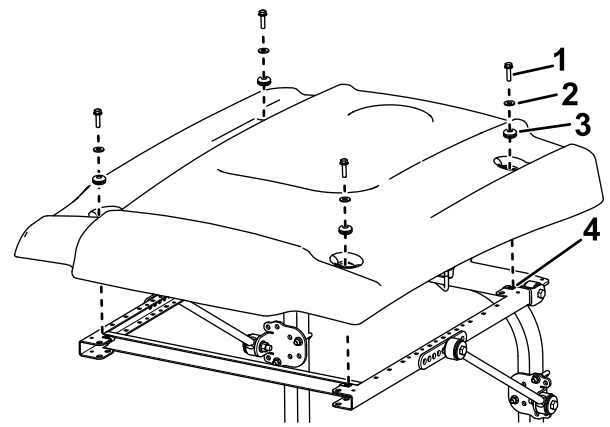

図 21
16. 図 21 に示すようにサンシェードをフレームに載せて、取り付け穴を整列させる。
17. サンシェードの各コーナー部をフレームに仮止めするフランジヘッドボルト 5/16 x 1" 1本、小さいワッシャ 1枚、ハトメ 1 個を使用する図 21。